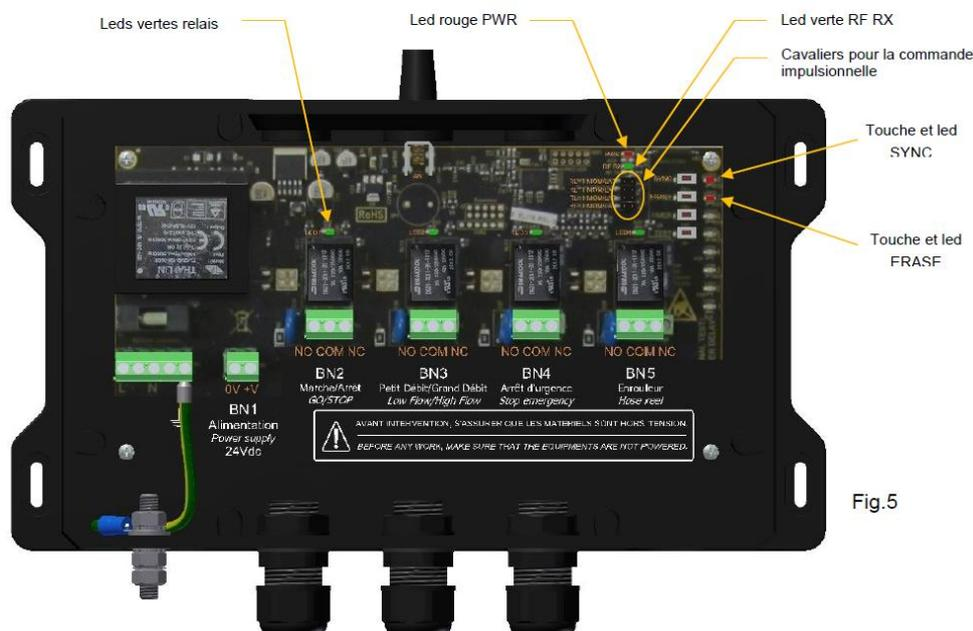

Fig.5
- ⇒ Appuyer (sans maintien) sur la touche SYNC (Fig.5)